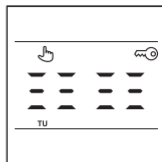

Рис. 27
3. Выхода из строя датчика температуры пола (обрыв или замыкание установочных проводов) на дисплее будет отображена информация о неисправности (рис. 27).